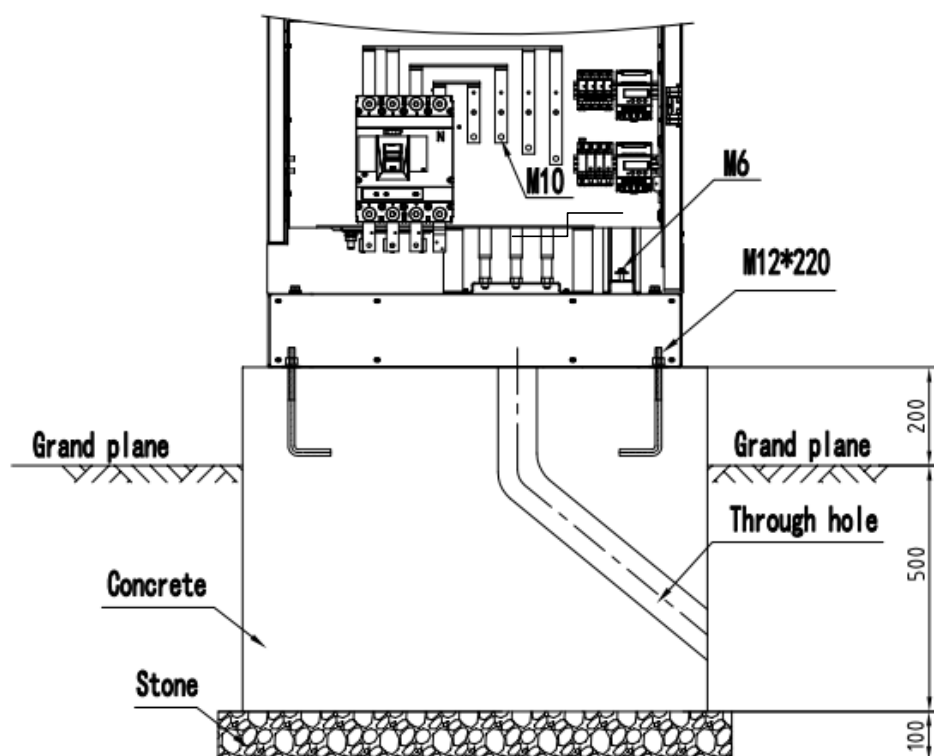

Рис. 2 Схема монтажа основания
1) Зарядные устройства постоянного тока серии SZ устанавливаются на земле, при монтаже убедитесь, что монтаж является надежным и прочным. Рекомендуемая схема основания приведена на рис.2: